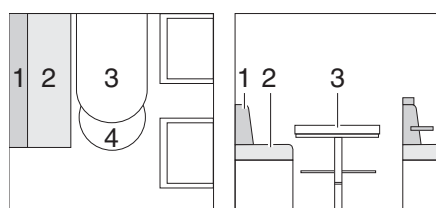

Fig. 60 Prima della trasformazione
- Allungare il tavolo (Fig. 60,3) e trasformare il tavolo in struttura di supporto letto (vedi paragrafo 7.8).